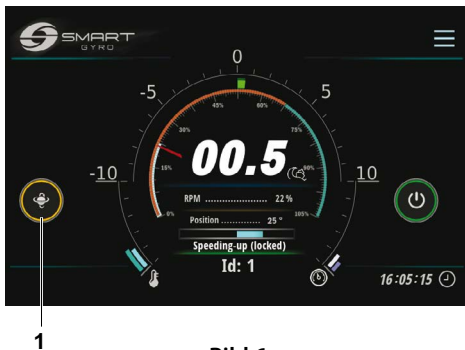

Bild 6
- Under accelerationen av skovelhjulet så länge som hastigheten kvarstår under 55 % av max-hastigheten, är förtryck inte tillåtet och ringen runt förtrycksikonen (bild 6, (1)) är gul.